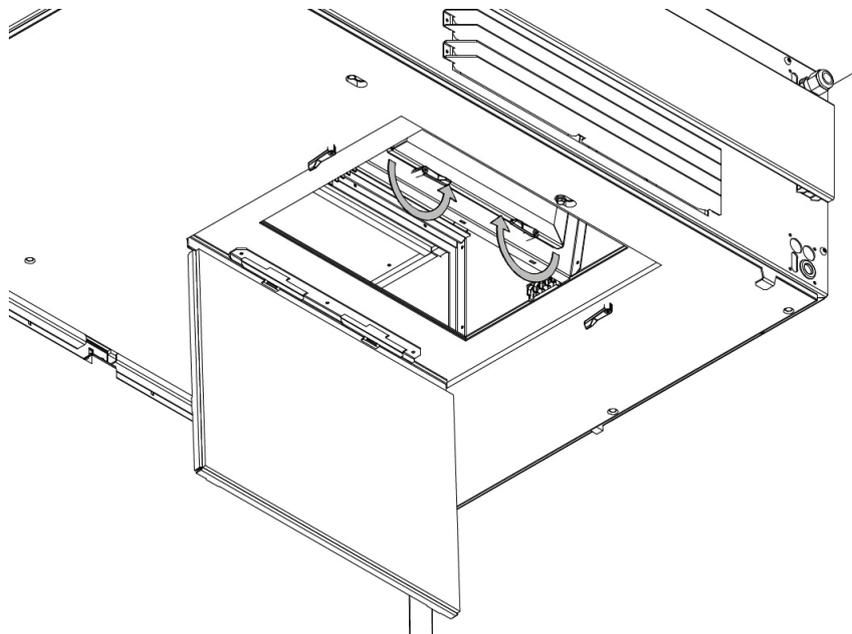

Abbildung 28: Schließen der Scharniere des Grobfilters
5. Schließen Sie die Scharniere des Grobfilters, siehe Abbildung 28.